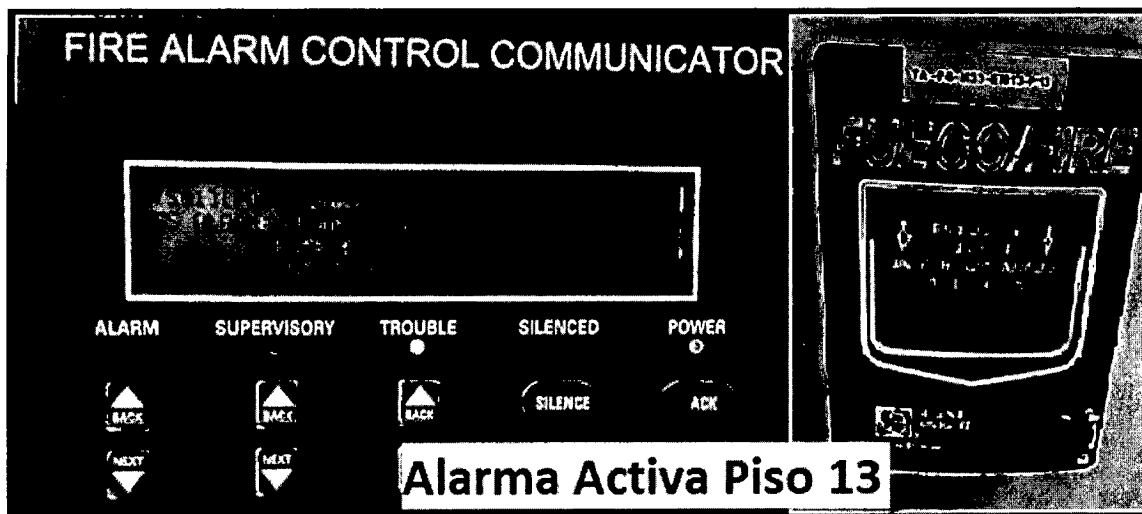

Imagen 12. Alarma Encontrada y dispositivo Piso 13.
- 14) El sistema de incendio NO ESTA OPERATIVO, se encontró una activación del sistema en la estación manual piso 13 y no estaba generando alarma en el sector, al validar se evidencia cables desconectados pertenecientes a la alarma sonora, se evidencia en la imagen 12 y 13.